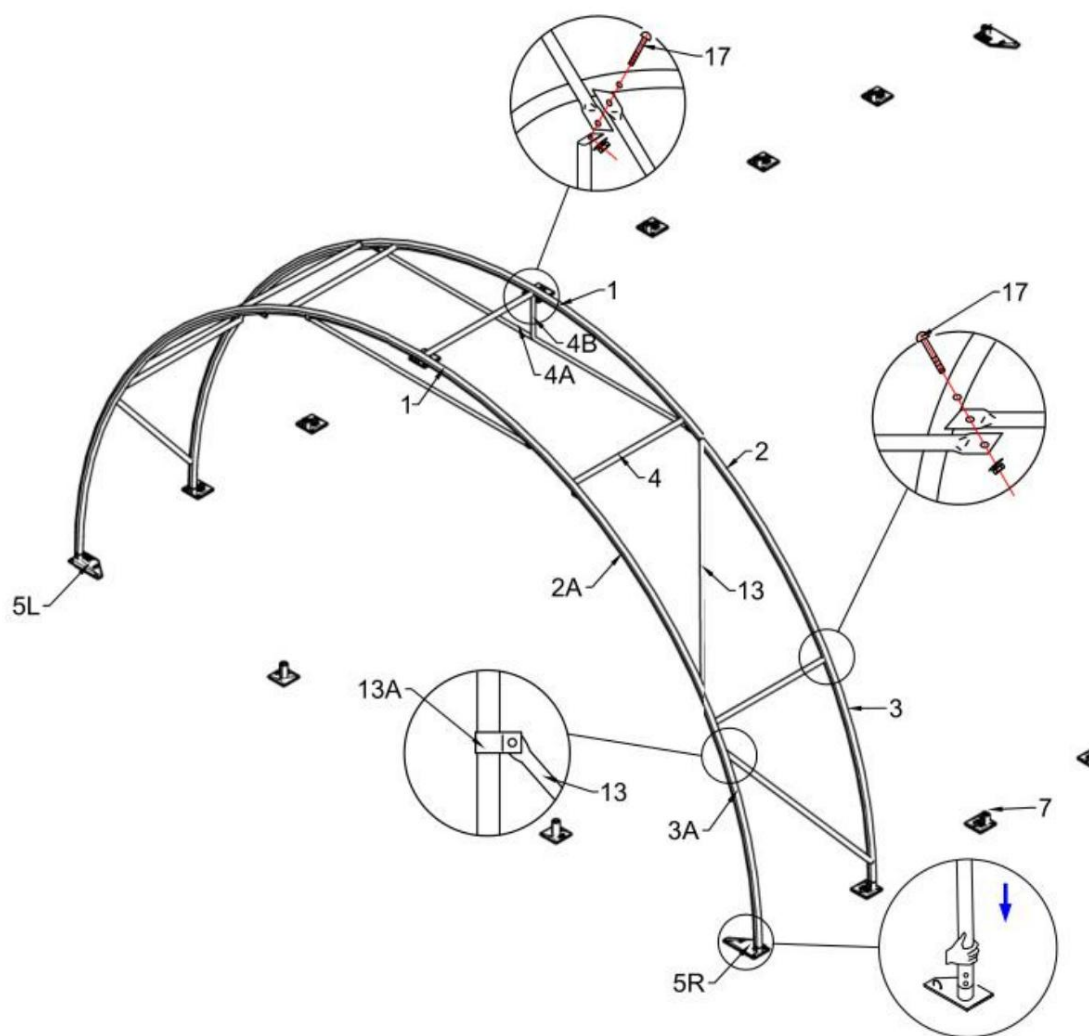

Figure 4
5. Fixez le tube de renfort diagonal (n° 13) à l'aide de l'agrafe (n° 13A) entre les tubes coudés inférieurs, comme illustré sur la figure 4. et 5.